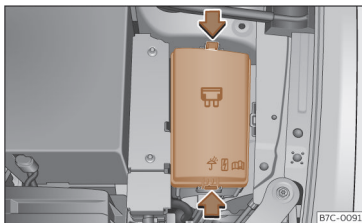

Fig. 193 Dans le compartiment moteur : cache du boîtier de fusibles.
- Appuyez sur les languettes de verrouillage pour déverrouiller le cache du boîtier à fusibles >>> **fig. 193**.